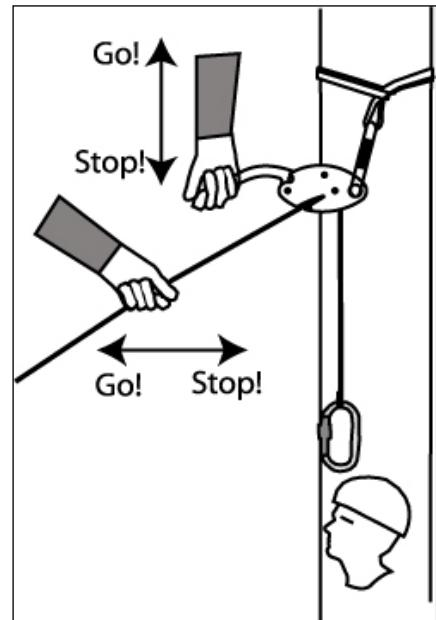

Abb. 6 Arbeit mit Smartline von oben bei der Rettung einer Person.
- 8) Die Abseilgeschwindigkeit wird mit einer Hand am Griff und der anderen Hand am Seil unter dem Gerät reguliert. Zunächst das Seil in einem Winkel aus dem Schlitz laufen lassen. Mit auf dem Kopf stehenden Abseilgerät wird der Abseilvorgang durch Ziehen des Griffes nach oben (Abb. 6) eingeleitet und durch Bewegung des Griffes nach unten oder Freigabe des Griffes beendet. Zusätzliche Reibung entsteht, wenn